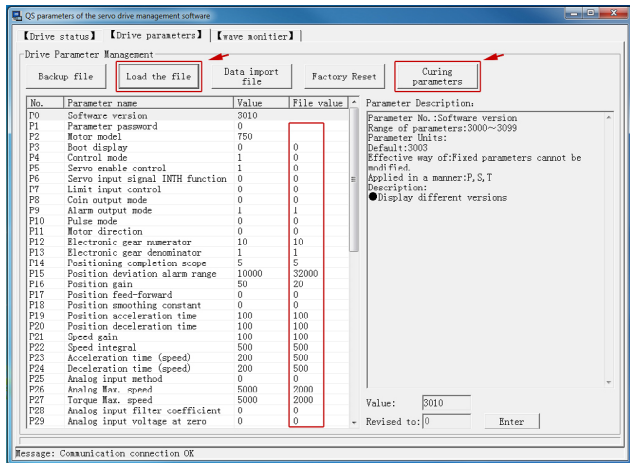

Рис.4.
- Нажать кнопку «Load the file» и в открывшемся окне указать путь к файлу с настройками для конкретного серводвигателя. После загрузки файла в колонке «File value» должны появиться новые параметры серводрайвера (рис. 4);